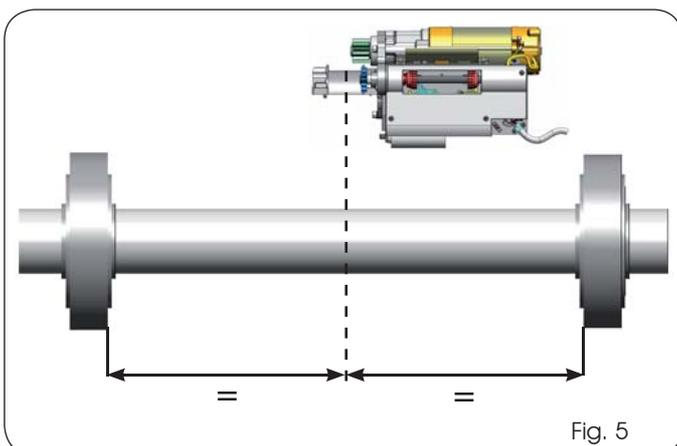

Fig. 5
2. D'après la Fig. 5, identifier le point médian de l'arbre d'enroulement et le marquer d'un signe pour l'utilisation successive;
3. Monter l'opérateur en suivant les instructions du chapitre 3.3 en positionnant le moteur électrique du côté droit de l'arbre d'après la Fig. 5.